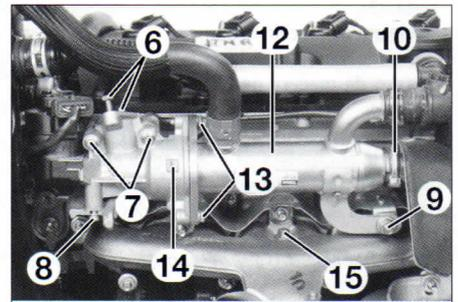
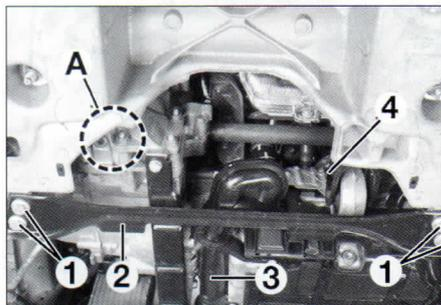
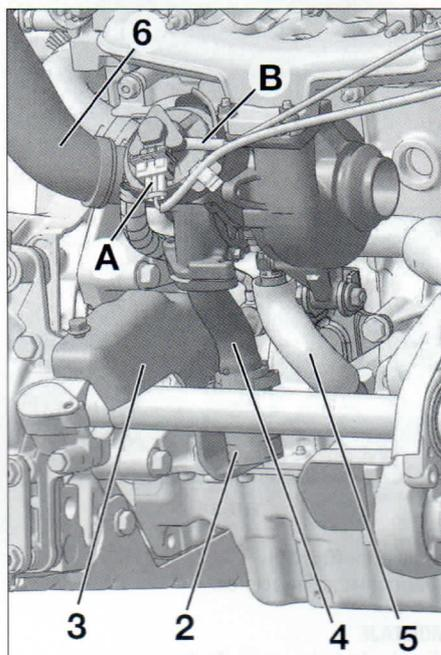

FIG.35
FIG. 36
FIG. 37
- el soporte de electroválvula de regulación de turbo (2).
- el manguito de agua (3).
- Aflojar la tuerca (4).
- la pantalla térmica (5).
- la abrazadera (10) (**fig. 35**).
- los tornillos (6) y (7).
- las tuercas (9) y (11).
- Aflojar el tornillo (8) de fijación inferior de la válvula EGR.
- Separar el conjunto válvula EGR eléctrica (14) y el intercambiador térmico (12).
- los tornillos (13).
- el tornillo (15).
- los tornillos (1) (**fig. 36**).
- el travesaño de refuerzo (2).
- el dosificador distribuidor de aire de salida de turbo (3).
- la bieleta de reacción (4).
- Inclinar el motor hacia la parte delantera y colocar un taco de madera de 75 mm de espesor en la zona (A).
- Sacar el conector (A) y el tubo de depresión (B) (**fig. 37**).
- el tubo de aire de salida del turbo (2).
- el soporte inferior del tubo del precatizador (3).
- el manguito de salida de aire del turbocompresor (4).
- el tubo de sobrante de aceite del turbocompresor (5).
- Separar el racor de aire de entrada al turbocompresor (6).